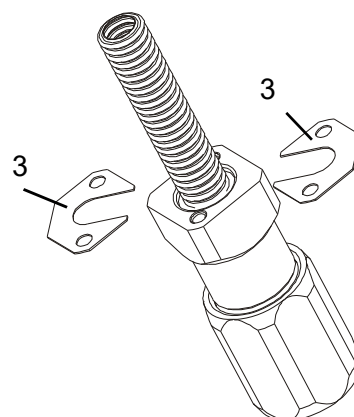

Рисунок 2
- Раздвинуть по сторонам стопорные шайбы (3), (рисунок 2).